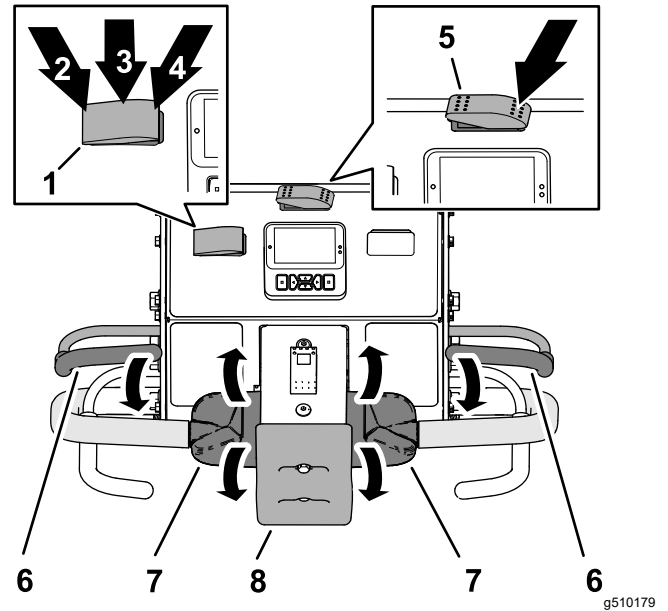

Figura 74
- Apăsai comutatorul de transport/aerare în poziția TRANSPORT (Figura 74).